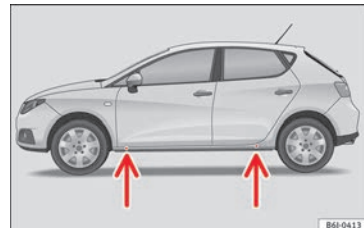

Bild 65 Punkter för placering av domkraft
- Hitta stödpunkterna på staget (nedsänkt område) i närheten av hjulet som ska bytas **» bild 65.**